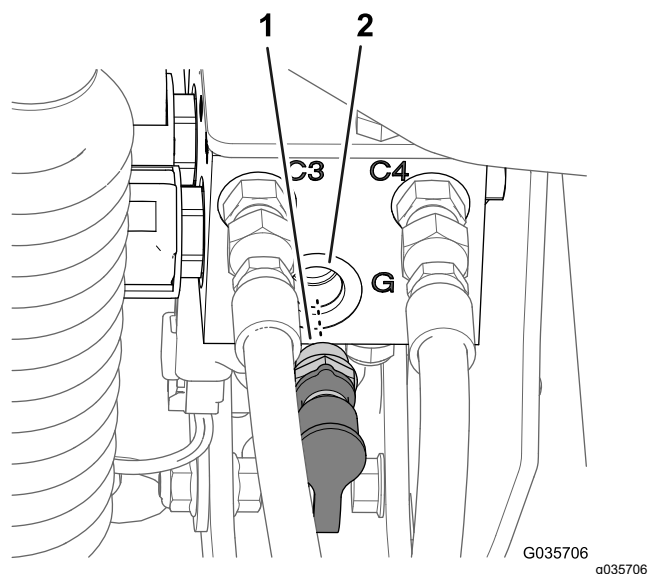

Figura 10
4. Îndepărtați fittingul de diagnostic și capacul de la portul G al colectorului cilindrului de ridicare vechi (Figura 10)